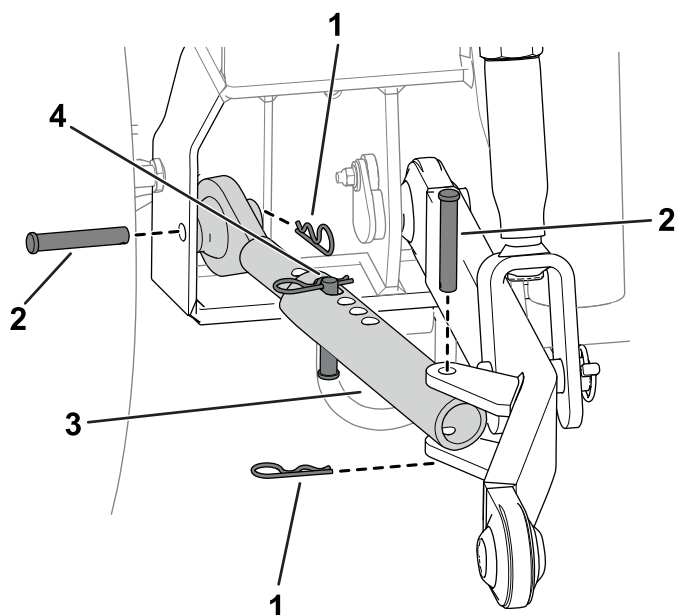

Figure 4
Remarque: La Figure 3 et la Figure 4 montre l'installation des bras sur le côté gauche de la machine. Répétez cette procédure sur le côté droit de la machine.
4. Avec un axe de chape et une goupille fendue, fixez les barres stabilisatrices sur le cadre de la machine (Figure 4).
5. Avec un axe de chape et une goupille fendue, fixez la barre stabilisatrice au bras de traction (Figure 4).
6. Installez un axe de chape et une goupille fendue dans la barre stabilisatrice (Figure 4).